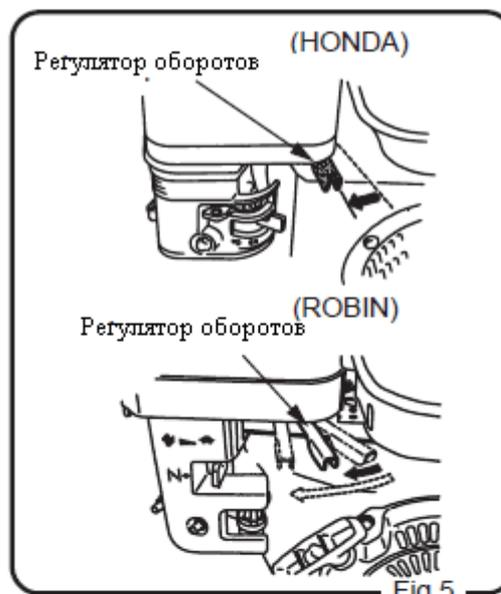

Fig.5
3. Поставьте регулятор оборотов в среднее положение (рис. 5).
1. Во избежание проскальзывания муфты сцепления не допускайте медленного открывания дроссельной заслонки (рис. 5 и 11).